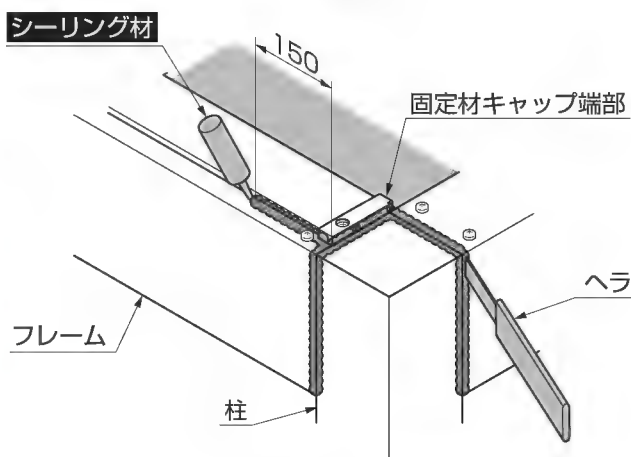

図10-3 A部詳細図
- ①A部柱、フレーム、固定材キャップ端部の接合部へシーリング処理をしてください。（図10-3参照）